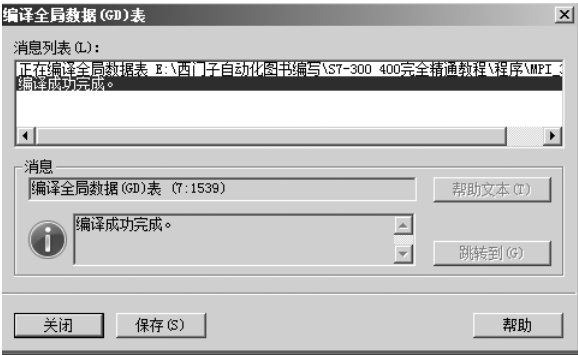

图 8-48 保存组态内容
13) 保存和编译组态内容。单击“保存”按钮即可，如图 8-48 所示。